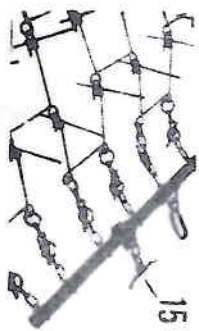
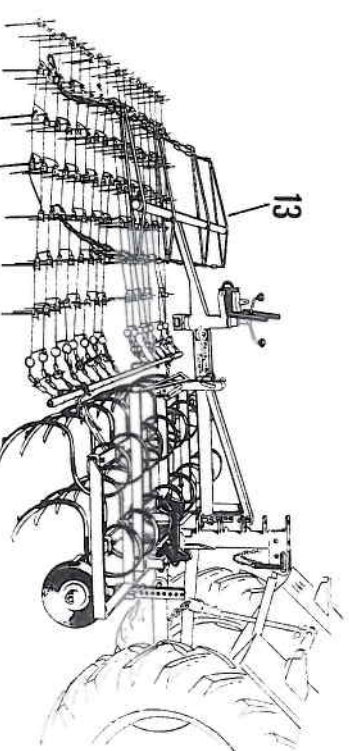

Abb. 21
Abb. 26
Achtung: Um die Verbindung des Netzeggen-Zugbalkens mit dem Grubber herzustellen, müssen die mitgelieferten Zugketten (15) um den Netzeggen-Zugbalken herumgeschlungen werden (siehe Abb. 21).
Grundrahmen und kleinen Ausleger anbauen. Den Netzeggen-Tragrahmen (13) mit den langen Armen nach hinten auf den kleinen Ausleger aufstecken. Dann die vorher zusammengehängte Kombination Federzahnegge + Netzegge aufnehmen - siehe Abb. 26. Die Verbindung zwischen Federzahnegge und Netzegge wird über lose mitgelieferte Zugketten hergestellt, die um den Netzeggen-Zugbalken herumgeschlungen werden, siehe Abb. 21, Seite 11.